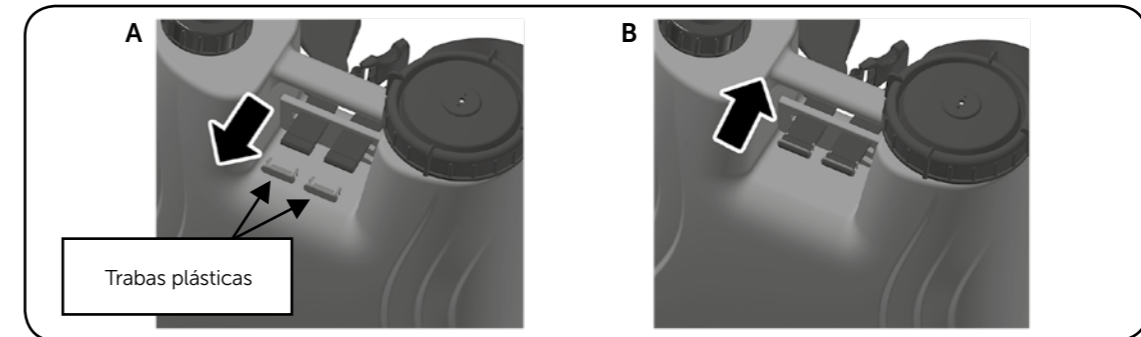

Figura 8. Procedimiento de ajuste de la correa.
**Figura 8.A** - Tira las puntas de las correas de los encajes sobre el tanque del equipo y retire las trabas plásticas (indicadas por la flecha) que se encuentran alojadas en las extremidades de las correas, liberándolas totalmente;
**Figura 8.B** - Elija la nueva posición de ajuste en el tanque, coloque las correas e inserte las trabas plásticas en el extremo de las correas. En la secuencia, vuelva a encajar las correas con las trabas plásticas en el tanque del equipo.